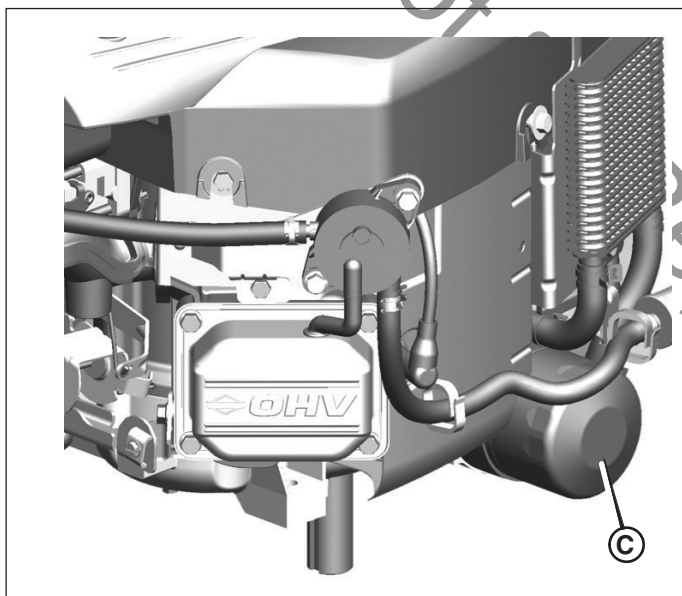

Figura 21
2. Retire el filtro de aceite (**C**, Figura 21) y deséchelo adecuadamente.